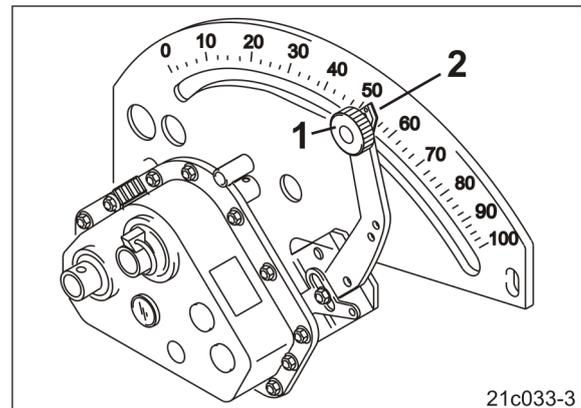

Fig. 172
7. Den Arretierknopf (Fig. 172/1) lösen.
9. Den Zeiger (Fig. 172/2) des Getriebehebels auf den Getriebe-Einstellwert stellen.